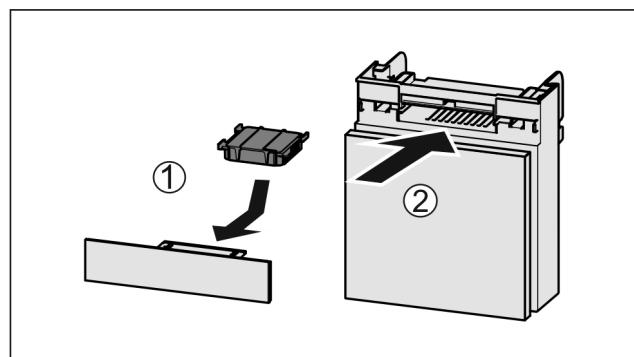

Fig. 51
- Поставете Fig. 51 (1) филтъра с активен въглен, както е показано на фигурата.
- Вкарайте Fig. 51 (2) отделението.